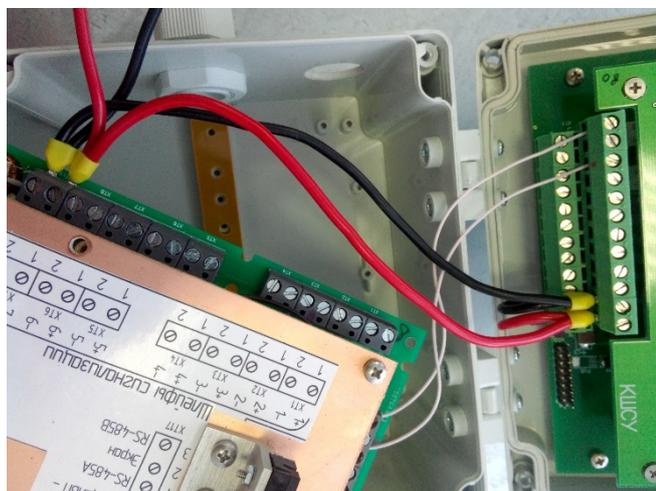

Рис.7 Коммутация КШСУ к ПИУ 4.
- 2) Подключаем питание платы ПИУ-4; питание реле; питание КШСУ (Рис.7).